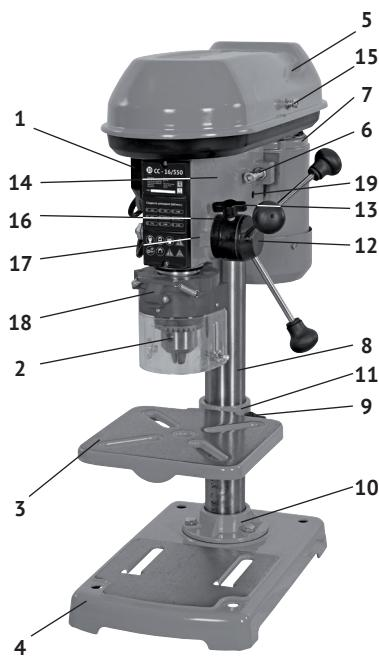
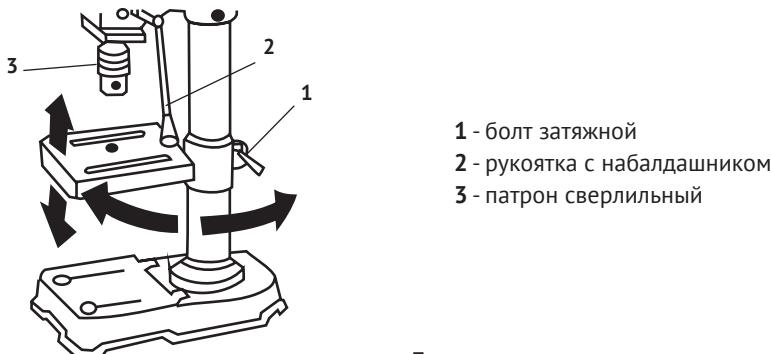

рис. 1
рис. 3
1.6 Общий вид и устройство станка схематично представлены на рис.1
1.7 На массивное чугунное основание станка (рис.1 поз.4) крепится металлическая колонна (рис.1 поз.8) с фланцем (рис.1 поз.10). На колонне хомутом (рис.1 поз.11) крепится рабочий стол (рис.1 поз.3). Стол, при помощи хомута, имеет возможность перемещаться вдоль колонны по вертикали и крепиться под углом (до 45° вправо или влево) к горизонтальной плоскости.
К верхней части колонны фиксируется 2-я винтами (рис.1 поз.19) суппорт станка (рис.1 поз.14), на котором расположены органы управления (выключатель и ворот зубчатый вертикального перемещения шпинделя) и регулировки (платформа двигателя с механизмом натяжения ремня и ворот зубчатый с кольцом установки глубины сверления).
Подача патрона со сверлом к заготовке осуществляется поворотом ворота зубчатого (рис.1 поз.12) рукоятками с набалдашниками. В исходное положение шпиндель с патроном перемещаются за счёт возвратной пружины.
1.8 Выключатель – магнитный пускател (рис.1 поз.1) расположен на левой плоскости суппорта. Он имеет две кнопки: зелёная с символом «I» - включение двигателя и красная с символом «O» - выключение двигателя.
Рабочий стол поставляется в сборе с хомутом (рис.2 поз.4) и болтом затяжным (рис.3 поз.1), фиксирующим рабочий стол на колонне. Надвинуть хомут со столом на колонну и зафиксировать затяжным болтом на нужной высоте. При необходимости сверления высоких заготовок, рабочий стол можно развернуть (ослабив затяжной болт) и использовать основание (рис.2 поз.3) в качестве рабочего стола.
На верхнюю часть колонны установить суппорт (рис.1 поз.14) и зафиксировать двумя винтами (рис.1 поз.19). В головку ворота зубчатого (рис.1 поз.12) ввернуть три рукоятки с набалдашниками (рис.3 поз.2).
Установите на конусную часть (МТ2) шпинделья ключевой патрон (рис.3 поз.3) несильным ударом деревянного (резинового) молотка (или используя деревянную прокладку).